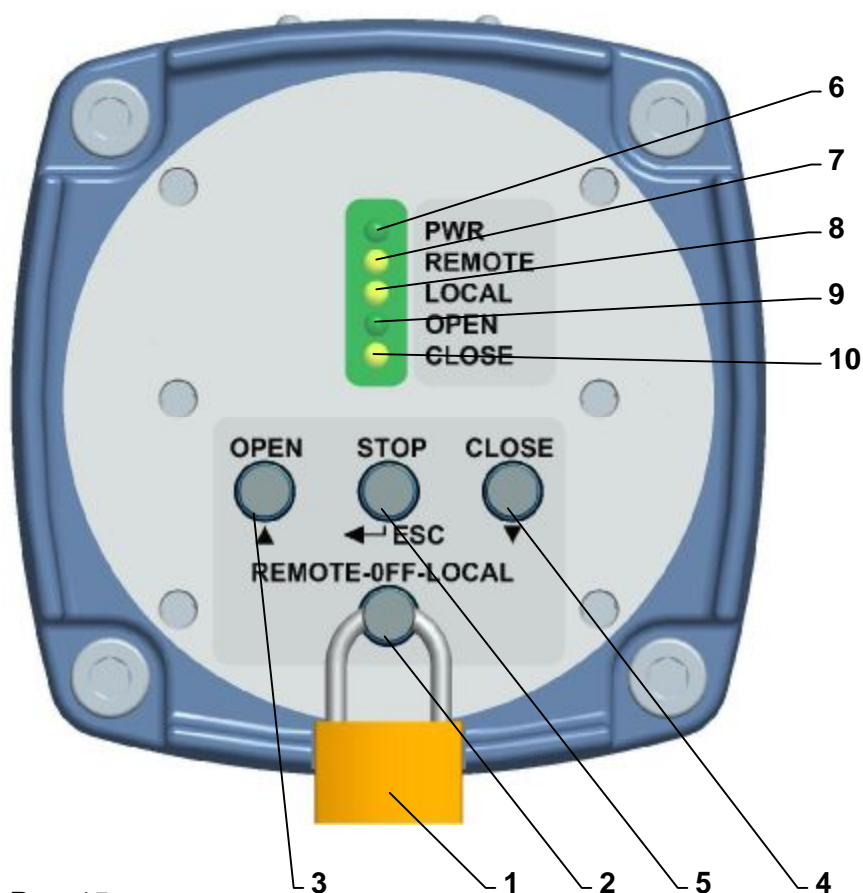

Рис. 15
4.8 Местное электрическое управление (Рис.15)